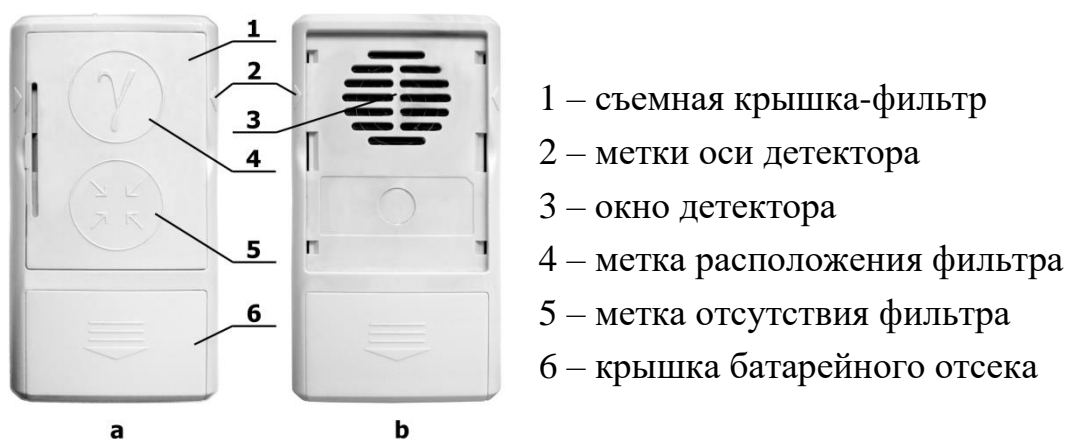

Рисунок 2 – Внешний вид обратной стороны дозиметра-радиометра
Съемная крышка (1) может быть установлена в одно из двух положений (см. рисунок 2.а), при которых:
- окно детектора закрыто фильтром – метка расположения фильтра (4) вверху, а метка отсутствия фильтра (5) внизу;
- окно детектора не закрыто фильтром – метка расположения фильтра (4) внизу, а метка отсутствия фильтра (5) вверху.